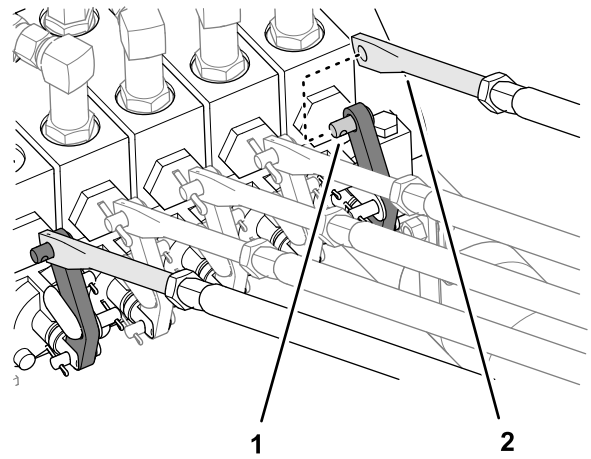
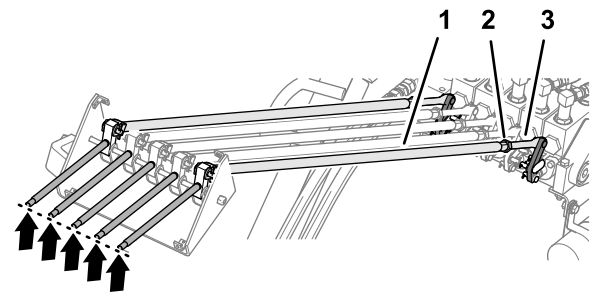

Figure 28
Figure 29
3. Sur la vanne de commande, montez la biellette de la tige de commande sur l'axe de chape qui est enfoncé dans le levier de commande (Figure 28).
4. Comparez l'alignement du levier de la tige de commande que vous êtes en train d'installer et les leviers de l'unité de coupe 4, des unités de coupe 1, 2 et 3, et de l'unité de coupe 5 (Figure 29).
5. Si le levier de la tige de commande n'est pas aligné sur les autres leviers, séparez la biellette de la tige de commande de l'axe de chape du levier de commande, tournez la biellette pour aligner le levier (Figure 29), puis remontez la biellette sur l'axe de chape du levier de commande (Figure 28).